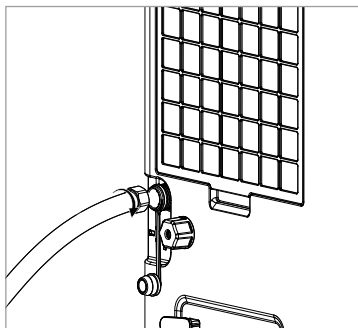

Fig. 4
- ◆ Vissez un tuyau d'arrosage sur le filetage $\frac{3}{4}$ " de l'orifice de sortie d'eau ⑦ servant d'adaptateur intégré UE pour tuyau d'arrosage (voir figure 4).